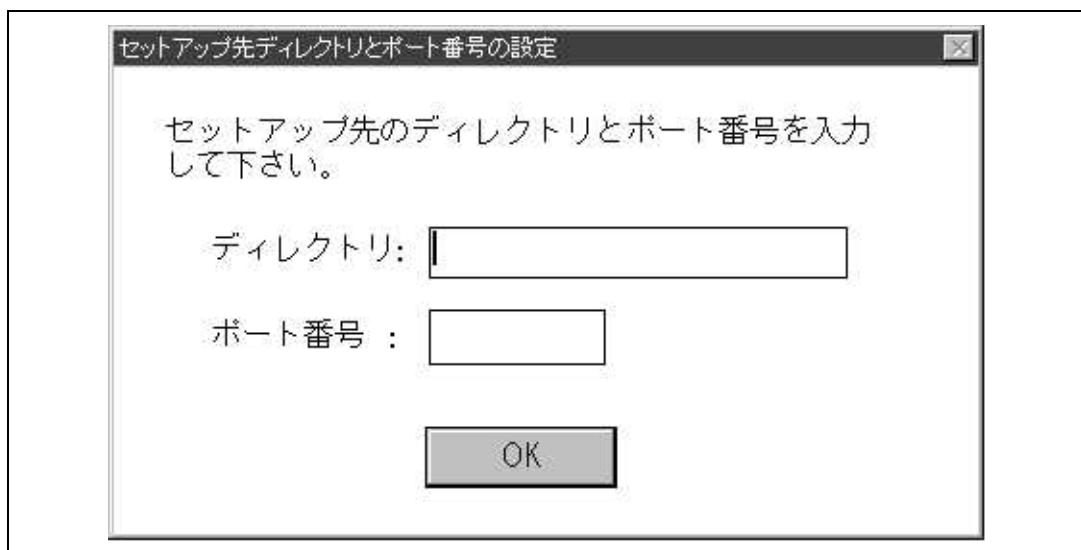

図 3.2 インストールのダイアログボックス
(4) 続いて、図3.2のインストールのダイアログボックスを表示します。